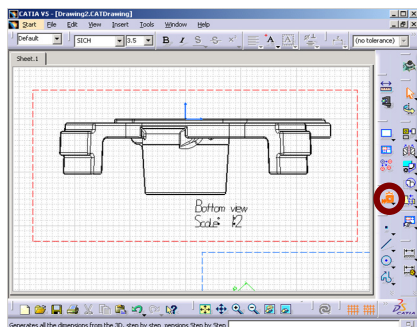

图 6-544
- » 步骤01 选中要逐步生成尺寸的视图，如图 6-544 所示。